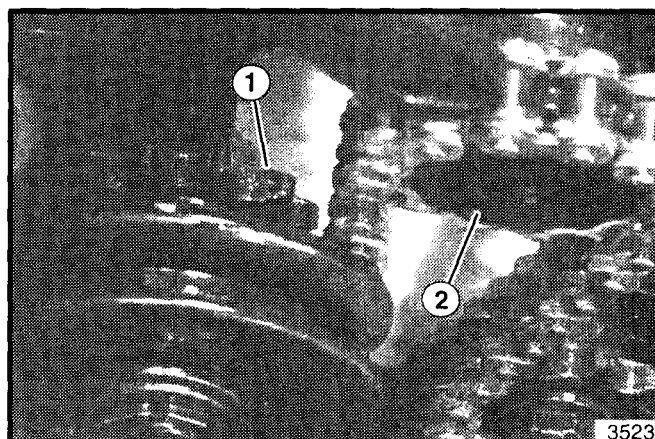

Figura 29. Albero della tramoggia
Dopo avere rimosso le coperture della cinghia, sollevare e abbassare la bobina utilizzando la leva di sollevamento della bobina, e controllare che la ruota dentata all'interno della puleggia di propulsione della tramoggia (vedere figura 29) innesti la catena di propulsione dalla trasmissione in maniera corretta.
1. Nel caso che la ruota dentata folle **non** fosse allineata con la catena, si può allentare la vite di posizione sulla ruota dentata di propulsione (vedere figura 29), e si può muovere la ruota dentata sul